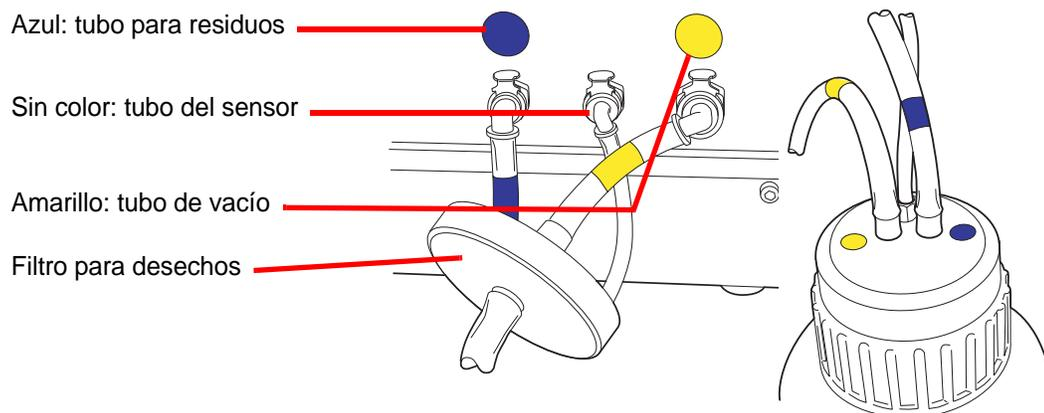

Figura 8-12 Conexiones de los tubos del frasco para residuos
3. Coloque las tres conexiones del frasco para residuos en la parte trasera del procesador ThinPrep 5000. Consulte la Figura 8-12. Asegúrese de que los botones de los conectores estén abajo/hacia adentro.